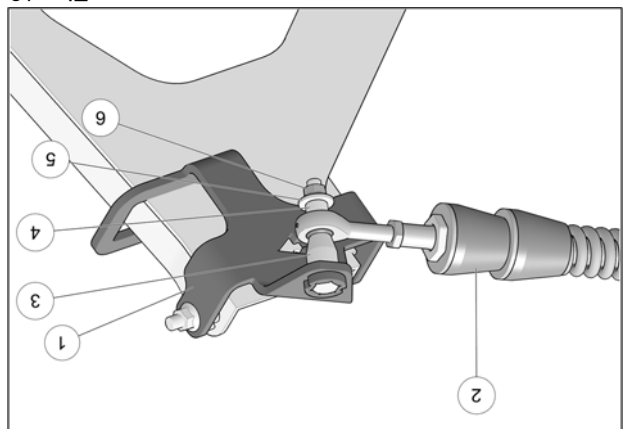

Fig. 13
10. Fixer le bras stabilisateur (2) au boulon déjà installé sur l'ancrage de suspension (1) à l'aide de l'espaceur long (3), de l'espaceur court (4), de la rondelle (5) et de l'écrou autobloquant (6). Serrer à un couple de 70 N•m [52 lb•pi]. Voir la Fig. 13